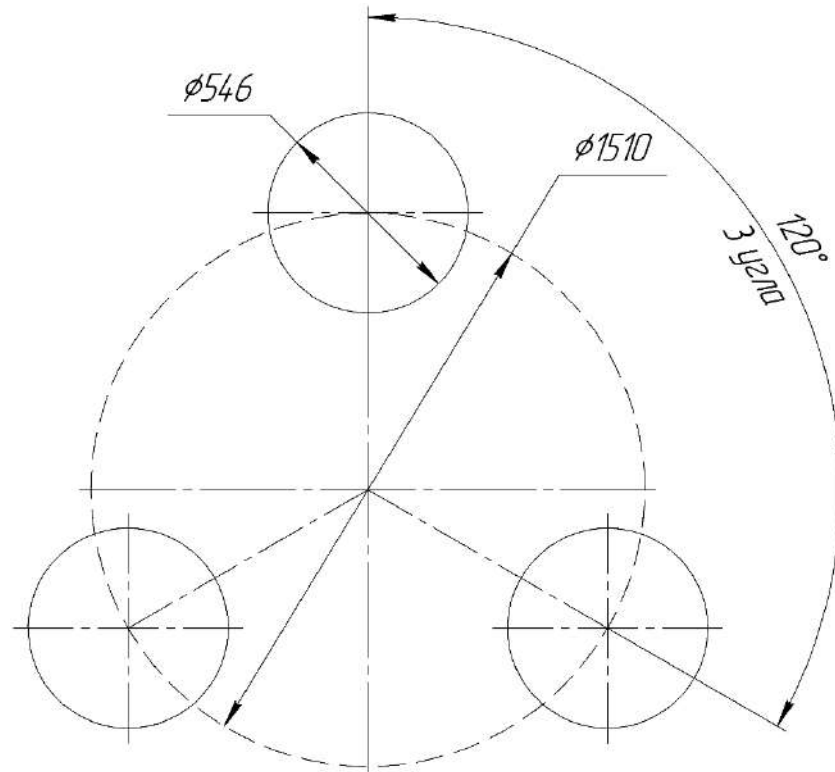

Рис. 7
12.3.5 Провести планировку участка. Подготовить фундаментные ямы согласно рис. 7, глубиной 670 мм.